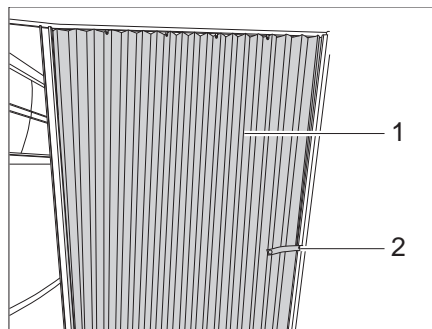

Bild 167 Faltporhang
- Das Sicherungsband (Bild 167,2) lösen.
- Faltporhang (Bild 167,1) in Schließstellung ziehen.
- Faltporhang (Bild 167,1) in die Öffnungsposition führen.
- Faltporhang mit dem Sicherungsband (Bild 167,2) befestigen.